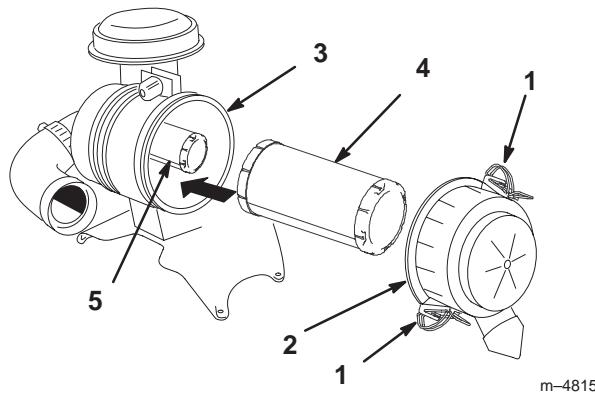

Figure 36
2. Ouvrez les dispositifs de verrouillage du filtre et ôtez le couvercle du corps du filtre (Fig. 36).
4. Sortez l'élément primaire du corps du filtre avec précaution (Fig. 36). Évitez de cogner l'élément à l'intérieur du corps.
2. Si vous remplacez l'élément de sécurité, insérez-le avec précaution dans le corps du filtre (Fig. 36).
3. Installez ensuite l'élément primaire sur l'élément de sécurité avec les mêmes précautions (Fig. 36). Assurez-vous qu'il est bien engagé en appuyant sur le rebord extérieur de l'élément que vous installez.
4. Reposez le couvercle, le côté portant l'inscription UP étant tourné vers le haut, et fermez les dispositifs de verrouillage (Fig. 36).